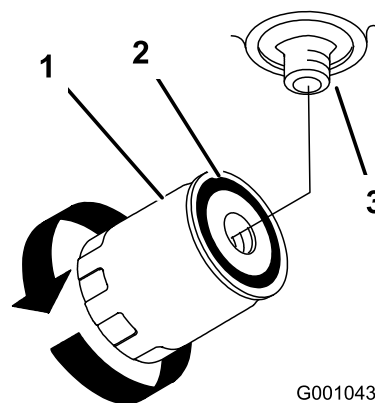

Figure 50
5. Déposez le filtre usagé et essuyez la surface du joint de l'adaptateur (Figure 50).
9. Quand le filtre hydraulique est plein, tournez le filtre dans le sens horaire jusqu'à ce que le joint rejoigne l'adaptateur, puis donnez un 1/2 tour supplémentaire (Figure 50).